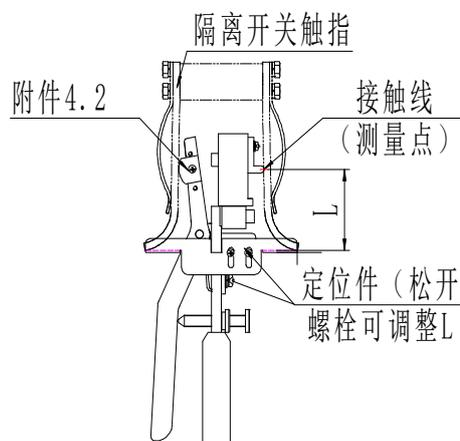
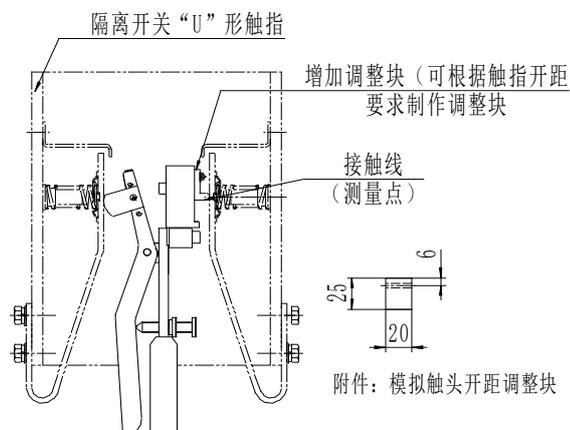

图 8 转入式触头隔离开关压力测量示意图(如 GW4、GW5 系列)
图 9 转入式“U”形触头隔离开关压力测量示意图(如 GW7B-252)
触头宽度 70-83mm 的刀闸)，将卡尺锁定在 a 上，卡住模拟触头，再缓慢调节螺栓 S，调好后锁紧螺母 N。测量示意图见图 8、图 9。
4.4.4 图 8 是触头转入式隔离开关（GW4-40.5/126、GW5-40.5/126 等型号）触指压力测量示意图，为了测量准确和方便，可装配定位件 6，它能上下和前后定位。将测试头对准接触线后，调整固定定位件的螺栓，使触指尖到接触线的距离等于 L。
4.4.5 图 9 是触头转入式隔离开关（GW4-252、GW7-252 等型号）
一、转入式隔离开关触指接触压力的测量（如 GW4、GW5 型隔离开关），按图 8、9 要求更换测量附件